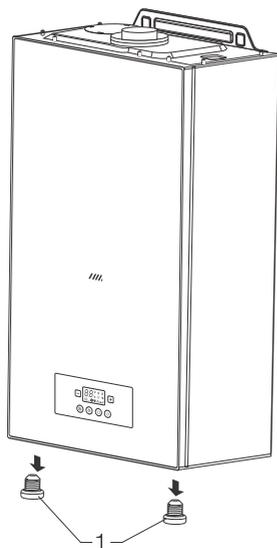

Рис. 11
- отвинтить 2 болта в нижней части котла (поз.1 рис. 11);